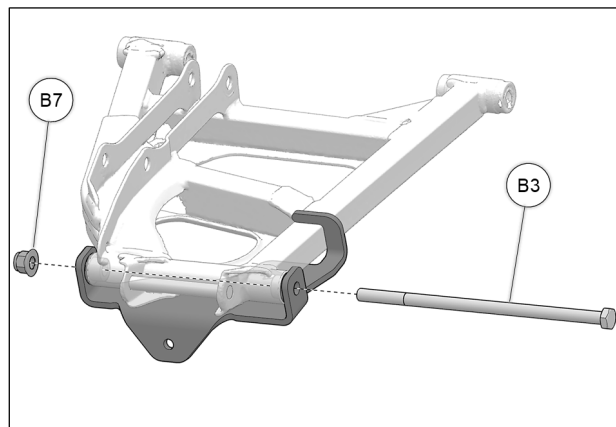

Fig. 7
7. Insérer un boulon M12x260mm (**B4**) à travers l'ancrage, les bagues, le bras de suspension. Fixer l'ancrage avec l'écrou M12 (**B7**) fourni. Serrer à un couple 90 Nm [66 lb•pi]. Voir la Fig. 7